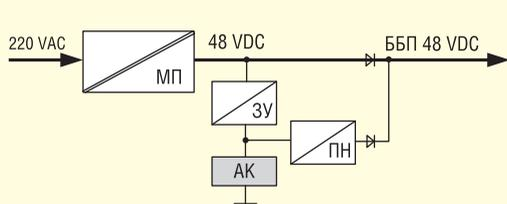

Рис. 2. Функциональная схема ББП 48 VDC с применением одного аккумулятора на 12 В
2. Применением одного аккумулятора на 12 В (рис. 2)